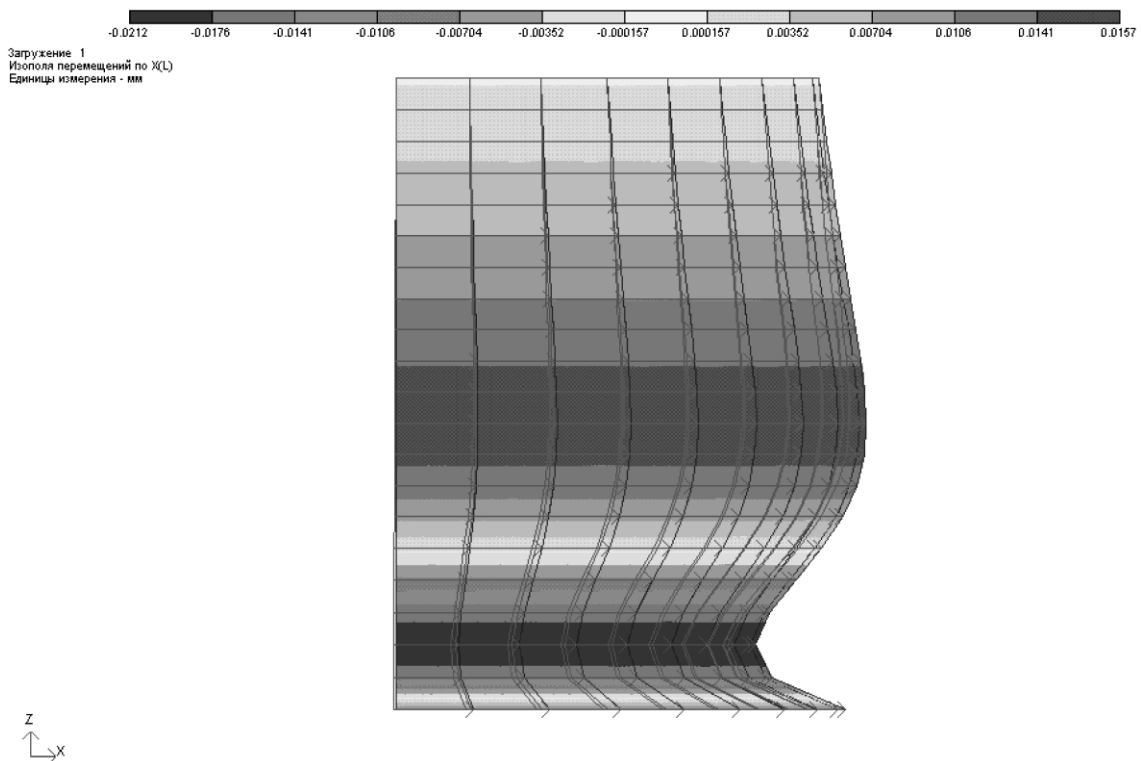

Рис.6.13. Изополя перемещений по направлению локальной оси X в элементах стенки резервуара
- Переключите схему в проекцию на плоскость YOZ (рис.6.13) с помощью меню **Вид** ⇒ **Проекция на плоскость YOZ** (кнопка  на панели инструментов).